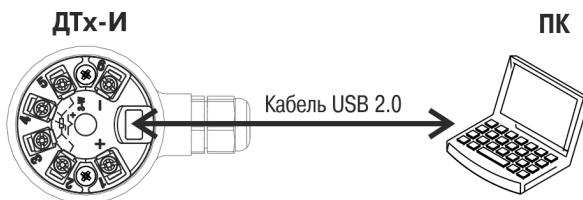

Рисунок 6.1
2. Снять защитную заглушку с разъема mini-USB и подключить датчик к ПК кабелем USB, см. рисунок 6.1.